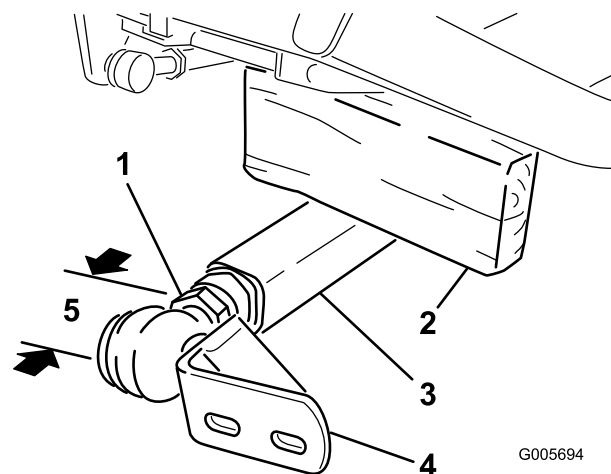

Figura 6
4. Insira um bloco de madeira de 51 x 102 mm entre a estrutura e a parte superior do braço de pressão (Figura 6).
5. Aparafuse a rótula esférica no braço esquerdo até o centro da rótula esférica ficar 60 mm afastado da parte da frente do braço (Figura 6).